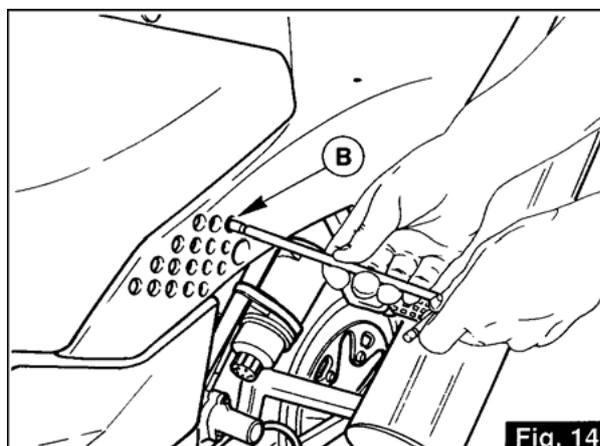

Fig. 14
3.18 DÉMONTAGE DE LA SELLE DU PILOTE (fig. 14 - 14A)